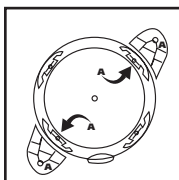

FIGURE 3
2. Positionnez le drain du réservoir devant vous. Prenez le porte-roulette identifié par la lettre **A** et insérez-le dans les rainures avant-gauche et arrière-droite, également identifiées par la lettre **A**. **FIGURE 3.**